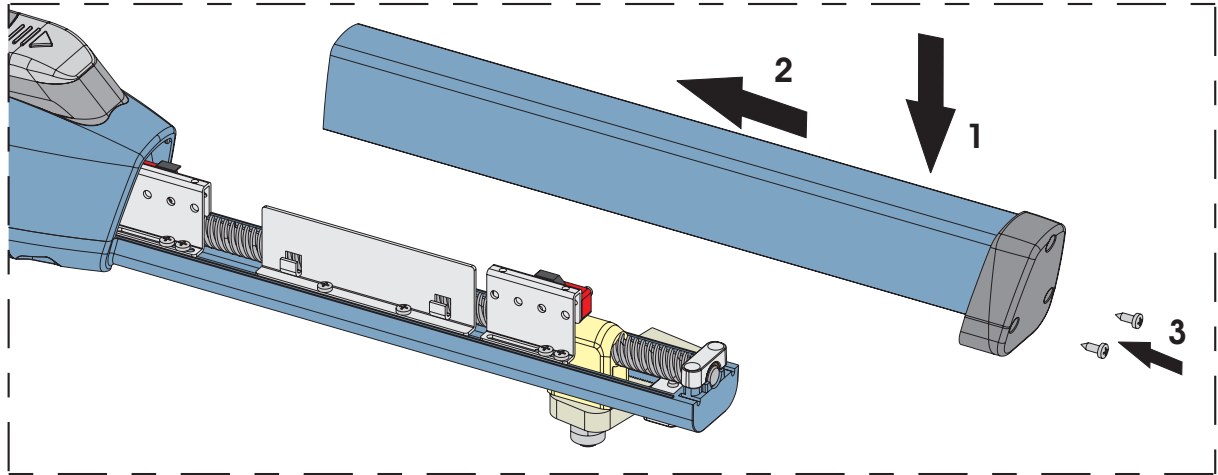

Abb. 26
- 5) Die Abdeckung wieder positionieren und hierzu auf der unteren Verbindung gleiten lassen und dabei sicherstellen, dass sie anschlägt, Abb. 26.
6) Erneut die beiden unteren Schrauben anschrauben, Abb. 26.